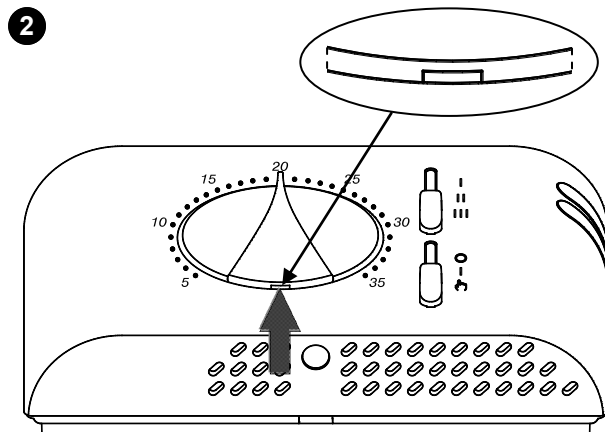

Fig. 3 - Abb. 3
- 2 Déplacer les deux glissières complètement vers le bas et placer le bouton rotatif sur 20°C ; soulever ensuite le bouton rotatif en faisant levier à l'aide d'un tournevis dans la fente prévue à cet effet et signalée par une flèche sur la Fig. 3, en faisant attention à ne pas griffer la calotte.